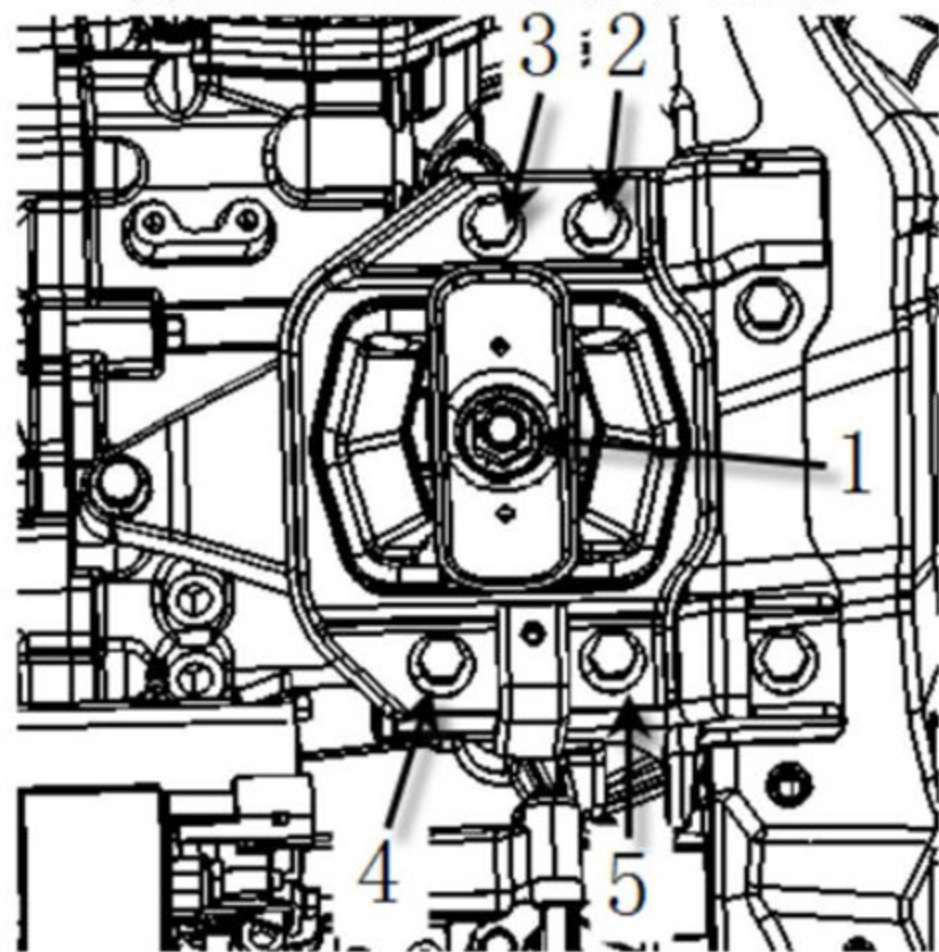
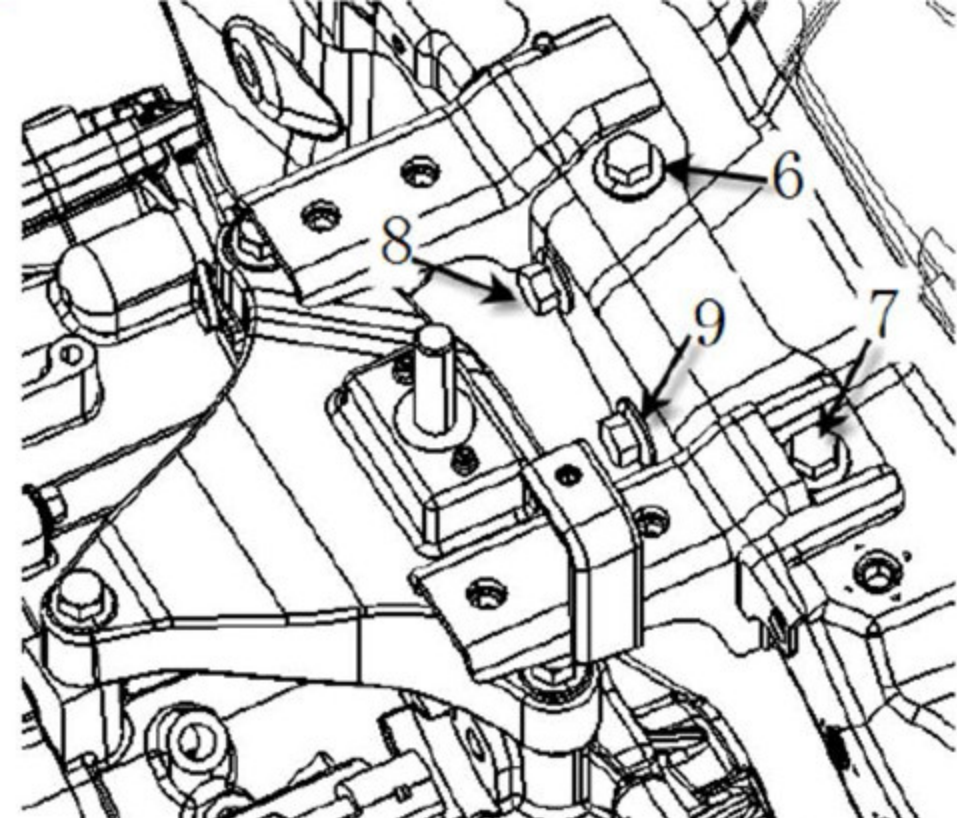
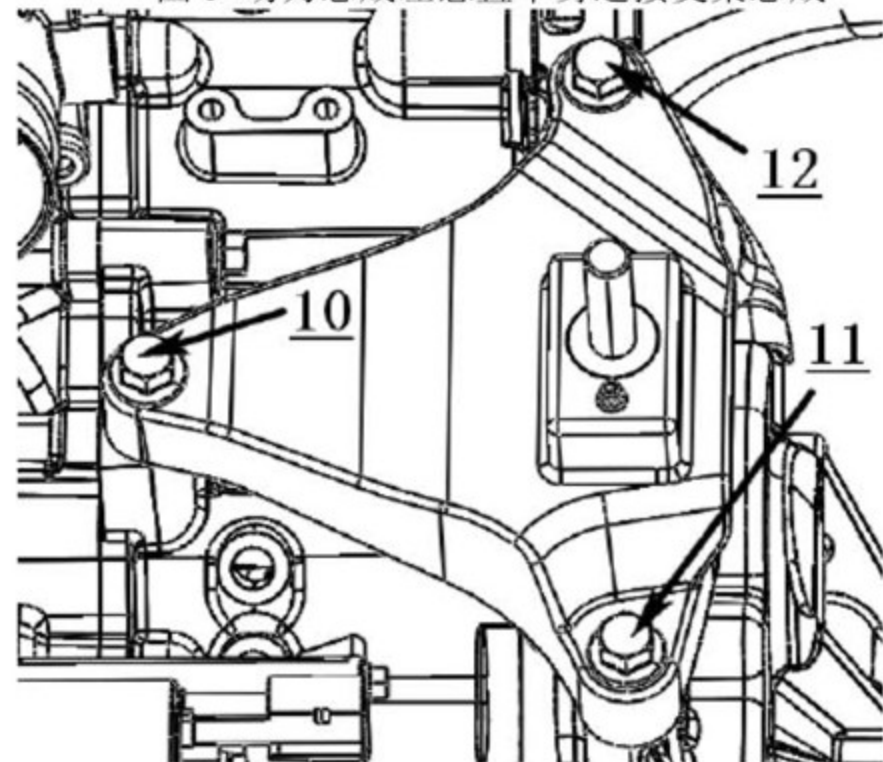

图 8 动力总成左悬置总成
图9 动力总成左悬置车身连接支架总成
图10 动力总成左悬置支架总成
关部件及左悬置总成上方空滤器总成及进气软管等) 得到如图 8 所示的状态。
如图 8 所示, 首先利用 18#套筒+接杆+棘轮等工具对左悬置橡胶软垫和左悬置支架连接的 1 个六角法兰面螺母 (1), 其次利用 13#套筒+接杆+棘轮等工具拆下左悬置橡胶软垫与左悬置车身支架连接的 4 个六角法兰面螺栓 (2、3、4、5), 即可拆下动力总成左悬置橡胶软垫总成; 再次利用 13#套筒+接杆+棘轮等工具拆下左悬置车身连接支架与纵梁连接的 4 个六角法兰面螺栓 (6、7、8、9), 如图 9 所示, 即可拆下左悬置车身连接支架总成; 最后利用 3#套筒+接杆+棘轮等工具拆下左悬置支架与变速箱连接的 3 个六角法兰面螺栓 (10、11、12), 如图 10。即可拆下动力总成左悬置支架总成。